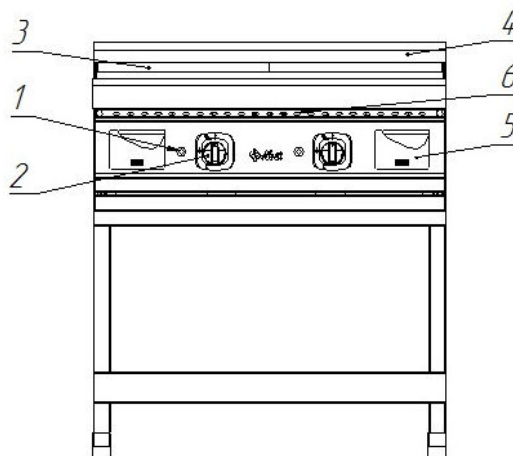

Рис. 1. Аппарат газовый
4.1. Устройство аппарата газового показано на Рис. 1.
Нажмите на ручку крана горелки и поверните ее против часовой стрелки, установив символ искры зажигания  напротив метки на панели управления (рис. 2а). Нажав до упора, одновременно произведите поджог газа при помощи пьезорозжига. Удерживайте ручку крана в течение не менее 15 секунд, после чего отпустите. После проведения вышеуказанных операций необходимо проконтролировать наличие горения газа, для чего необходимо посмотреть в смотровое окно 6 (рис.1), в котором можно наблюдать наличие пламени. Пламя должно быть устойчивым. Если пламя не горит, повторите операцию.